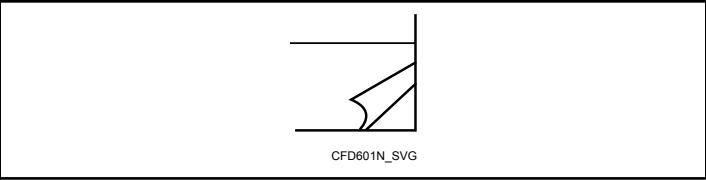

图 43
1. 访问信息菜单，请按下小型翻页图标下方按钮（参见图 43）。